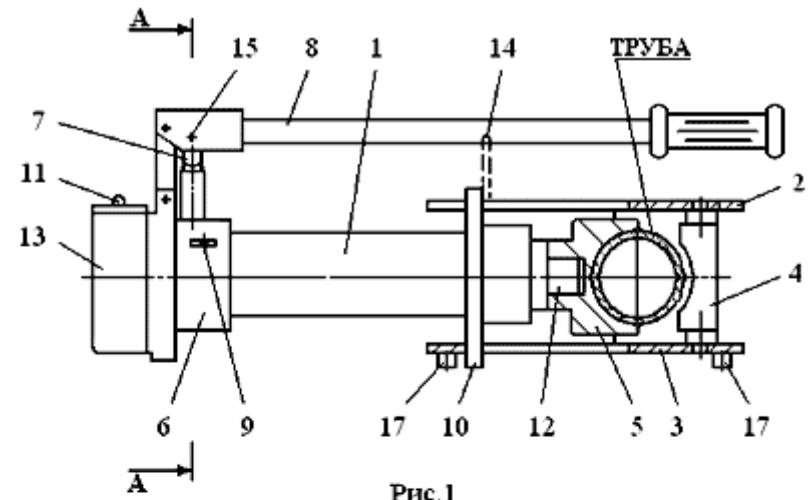

Рис.1
4.1. Трубогиб состоит из гидроцилиндра 1, траверс верхней 2 и нижней 3 и двух упоров 4 (рис. 1).